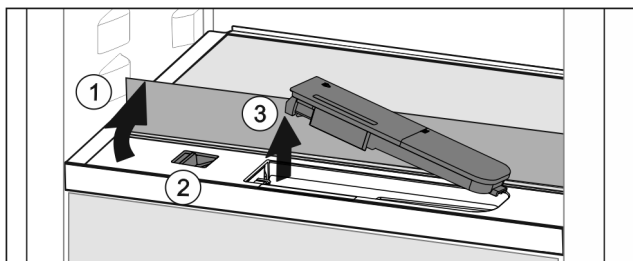

Fig. 138
- ▶ Nadvihnite sklenú dosku a až na doraz ju sklopte dozadu Fig. 138 (1).
- ▶ Potlačte posúvač Fig. 138 (2) doľava.
- ▶ Vyberte nádržku na vodu Fig. 138 (3).